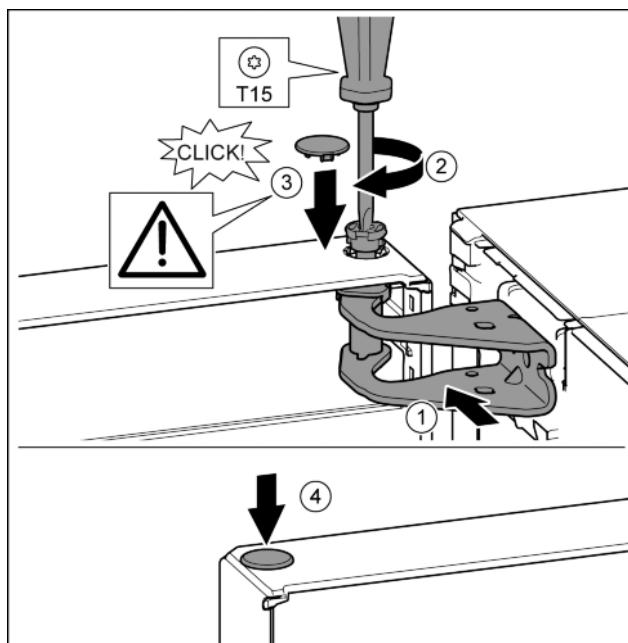

Fig. 19
- Дверь вверху выровнять по отверстию в опорном кронштейне. Fig. 19(1)
- Вставить палец и затянуть отверткой T15. Fig. 19(2)
- Установить предохранительную крышку для защиты двери: вставить предохранительную крышку и проверить, прилегает ли она к двери. В ином случае вставить палец полностью. Fig. 19(3)
- Вставить заглушку. Fig. 19(4)